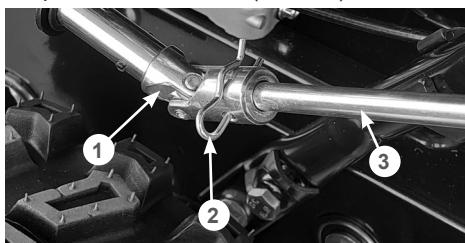

Рис. 24 Крепление рычага управления поворотом жёлоба
- вставьте рычаг 3 в карданный соединитель 1, совместите отверстия в рычаге и соединителе и зафиксируйте рычаг шплинтом 2 (Рис. 24).